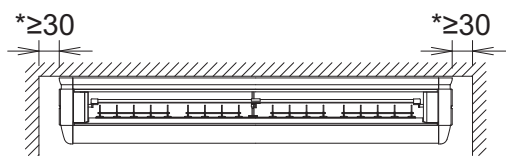
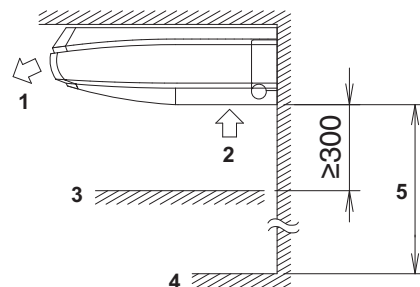

Bild 1
Bild 2
(1) Välj en installationsplats som uppfyller följande villkor och få kundens godkännande.
- Där tillräckligt utrymme för installation och underhåll kan tillgodoses. **(Se bild 1 och bild 2)**